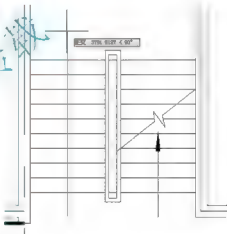

图 2.116 绘制出下行第一段箭头杆
(3) 在当前线宽为 0.0000, 指定下一个点或 [圆弧(A)/半宽(H)/长度(L)/放弃(U)/宽度(W)]: 提示下, 将光标垂直向上拖动至如图 2.116 所示的位置, 然后单击, 绘制出下行第一段箭头杆。